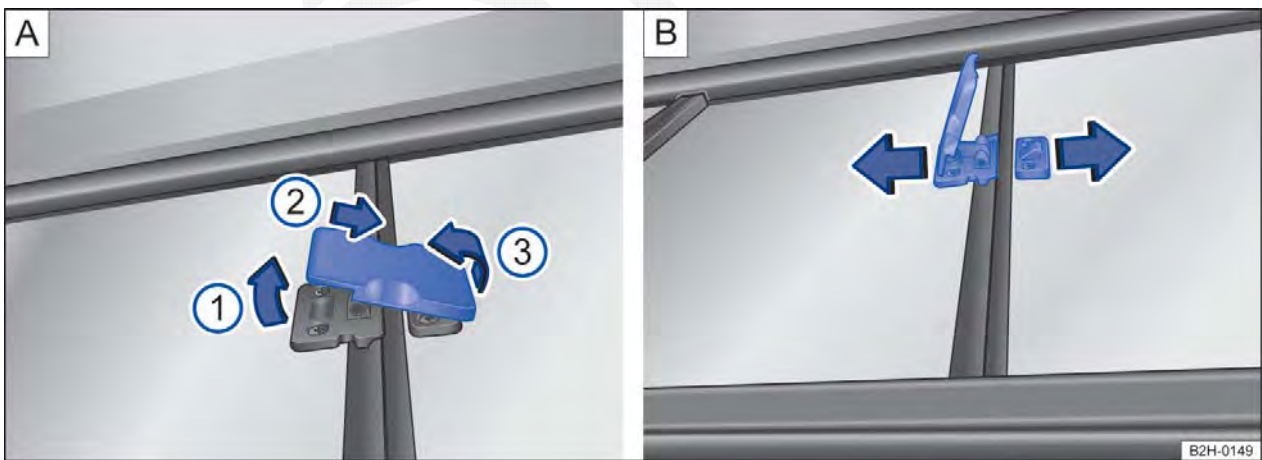

Fig. 35 No painel divisório da capota rígida do compartimento de carga: travamento do vidro correção.
- Puxar ligeiramente o travamento ⇒ Fig. 35 A para cima, no sentido da seta ①.
- Empurrar o travamento na direção da seta ② até o batente.
- Rebater para fora o travamento na direção da seta ③.
- Abrir o vidro correção ⇒ Fig. 35 B no sentido da seta.
- Fechar o vidro correção ⇒ Fig. 35 B no sentido contrário à seta.
- Rebater para baixo o travamento ⇒ Fig. 35 A no sentido contrário à seta ③.
- Empurrar o travamento no sentido contrário à seta ② até o batente.
- Rebater de volta o travamento no sentido contrário à seta ①.